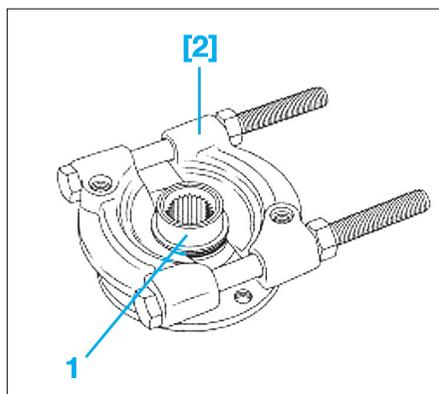

Fig. 19
- [2]. Extracteur à mâchoires (Fig.18) et (Fig.19).
- Extraire la bague intérieure (1) sur le moyeu à l'aide de l'outil [2] (Fig.19).